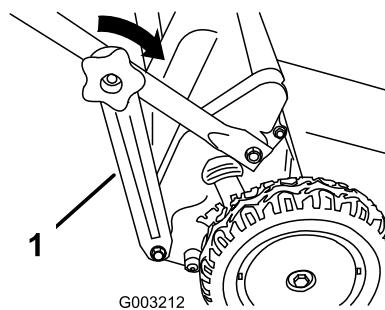

Bild 6
5. Befestigen Sie die Griffhalterungen (Bild 6) an den Seiten des unteren Griffes.